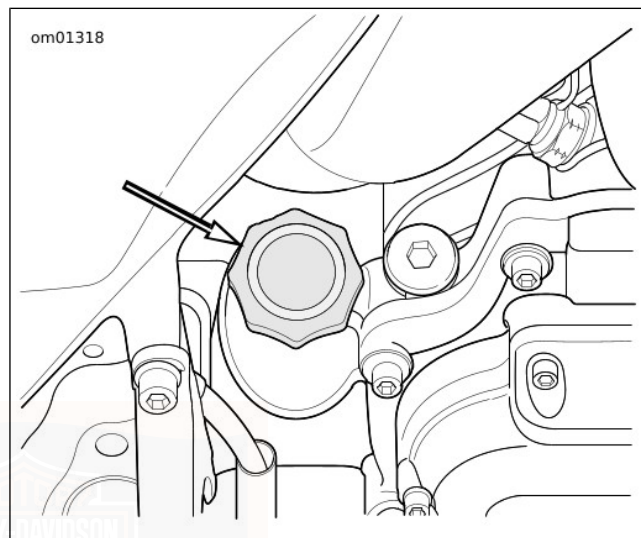

Abbildung 90. Motoröl-Einfüllverschlussstopfen
2. Siehe Abbildung 90. Den Motorölstand prüfen.
3. Siehe Abbildung 90. Ölstand prüfen.